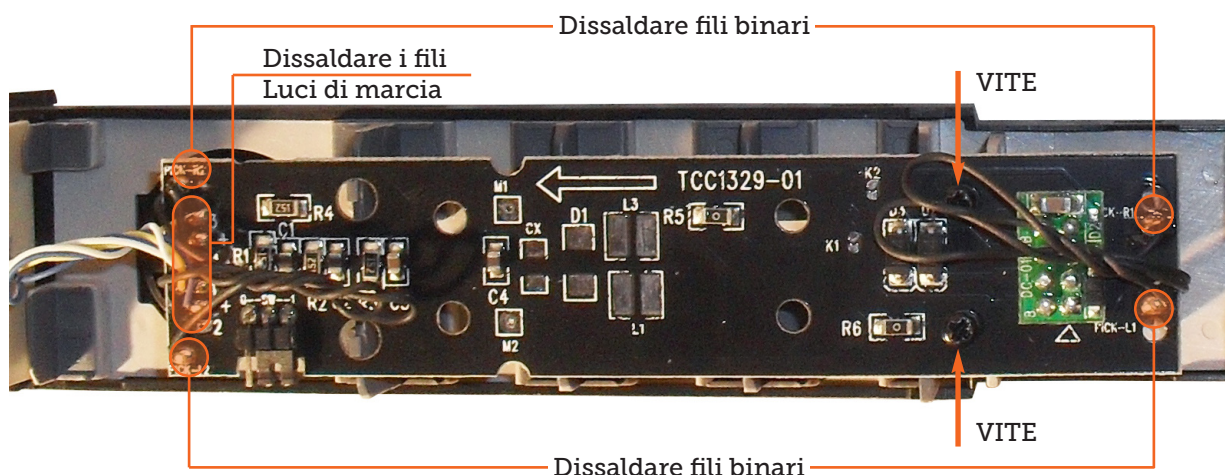

figura 10
2. Dissaldare i fili provenienti dalle prese di corrente dei carrelli e i fili provenienti dai fari a led bianco-rossi. Figura 10.